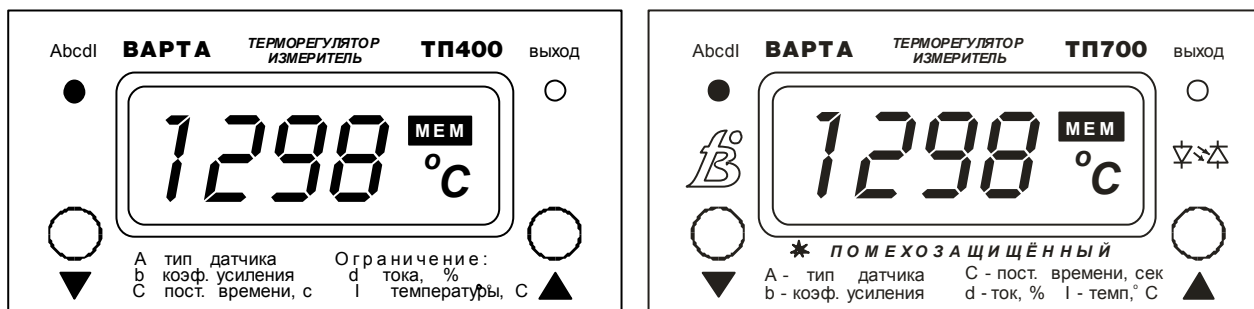

Рисунок 1. Лицевая панель регулятора
1.3.3 На лицевой панели регулятора (см. рисунок 1) расположены жидкокристаллический многоцветный индикатор и кнопки управления.
- обозначение кнопок управления и индикации (рисунок 1);